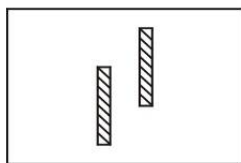
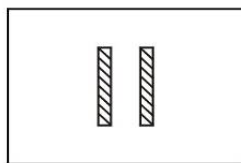
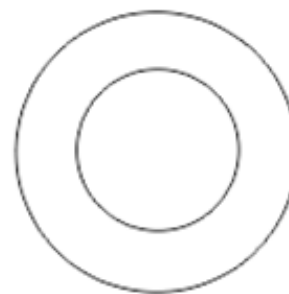

Fig.55
Fig.56
Fig.57
Rotiți butonul auxiliar al lentilei ② pentru a seta ochiul stâng la  $10\Delta I$ , astfel încât coloanele de litere să fie complet separate. Dacă pacientul are forie verticală, aceasta va fi prezentată ca Fig.55. Apoi rotiți prisma rotativă către celălalt ochi, cu scara 0 orizontală (așa cum se arată în Fig.57). Rotiți butonul de rotație a prismei ⑪ astfel încât să nu existe nicio diferență între cea superioară și cea inferioară (vezi Fig.56). Apoi scara prismei rotative indică puterea foriei verticale.